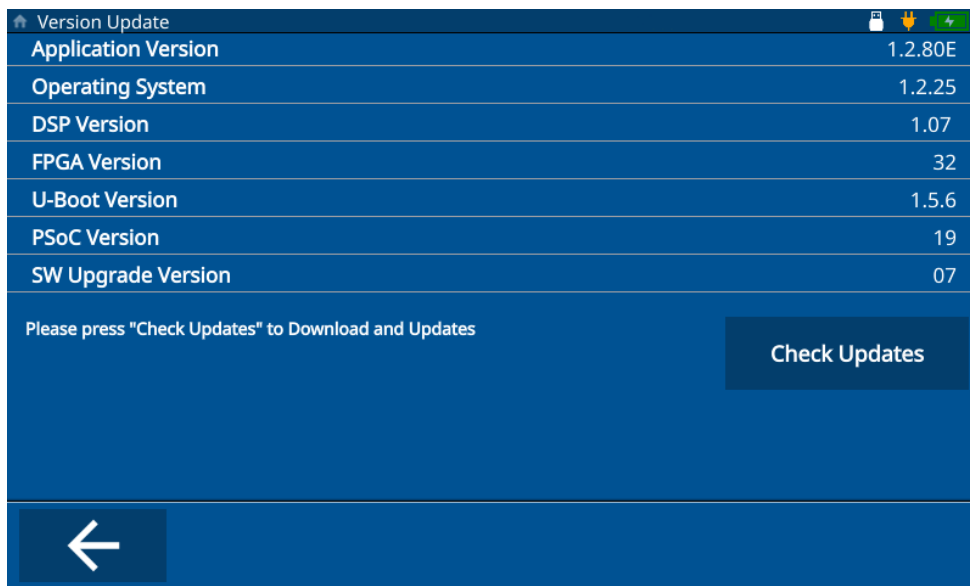

図 9-1 ソフトウェアアップデート画面
6. 現在のソフトウェアバージョンが画面に表示されます。**Check Updates (アップデートの確認)** をタップします (80 ページの図 9-1 参照)。